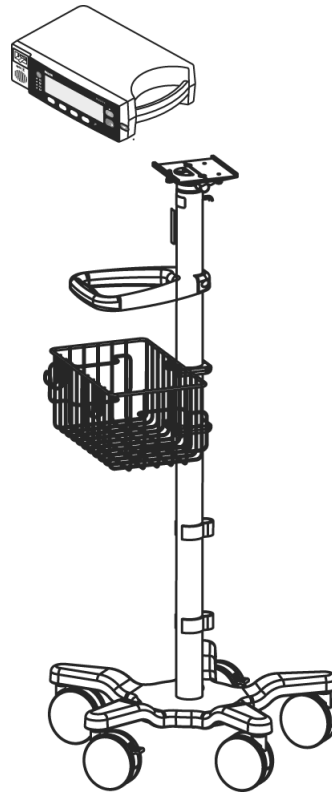

图 9：GCX 移动支架
- GCX 移动支架。请参阅图 9 第 122 页。
如图 9 所示，将 GCX 移动支架连接到 N-600x GCX 安装板上。有关连接 GCX 移动支架的进一步说明，请参阅 GCX 移动支架附带的图解使用说明。